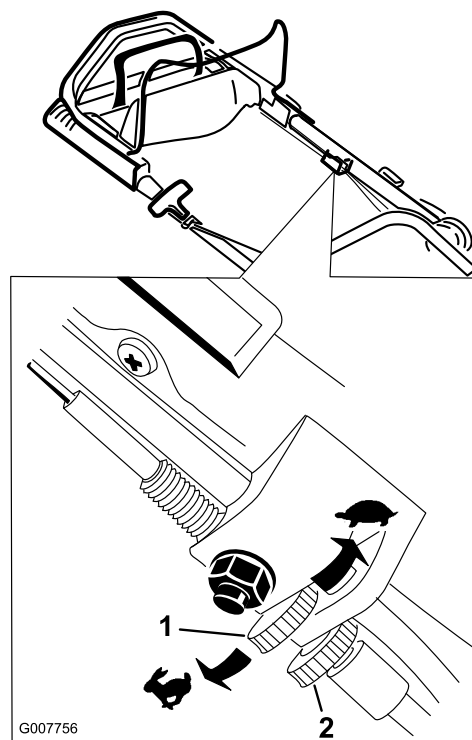

Figura 27
1. Allentate il dado di bloccaggio a mano (Figura 27).